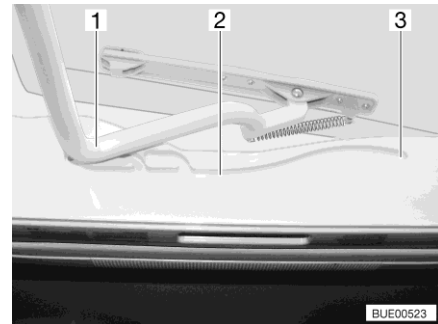

Fig. 32 Glissière (lanterneau Heki)
- Tirer l'étrier (Fig. 32,1) dans les glissières (Fig. 32,2) jusque dans la position la plus reculée (Fig. 32,3).
- Pousser l'étrier (Fig. 32,1) légèrement vers le haut avec les deux mains.
- Tirer l'étrier dans les glissières (Fig. 32,2) jusqu'à la position souhaitée.